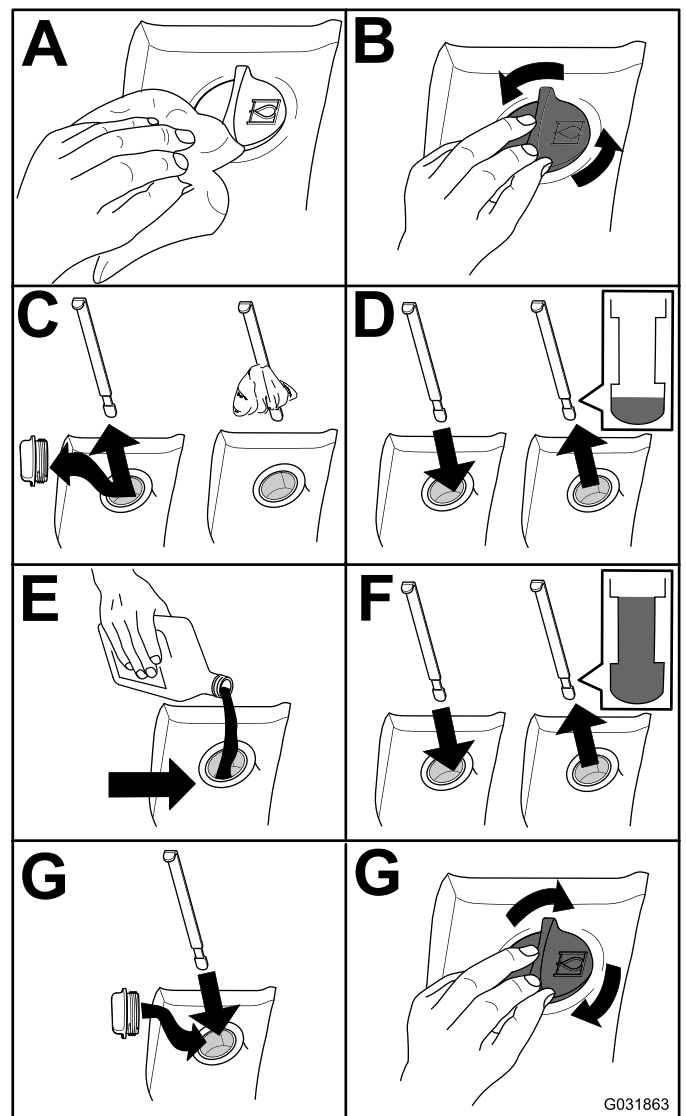

Figura 78
2. Compruebe el nivel de fluido hidráulico (Figura 78).